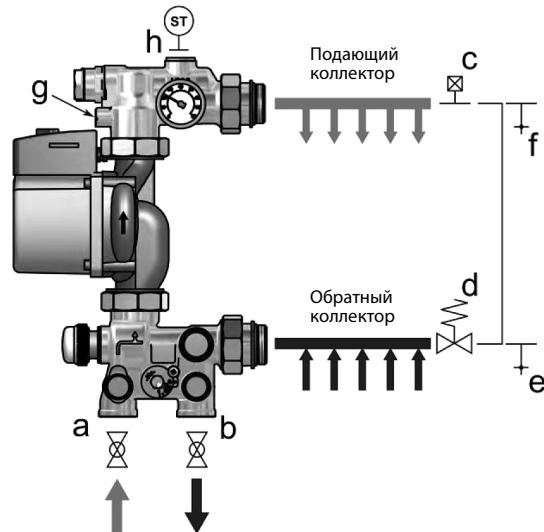

Рис. 2. Типовая схема монтажа смесительного узла и коллектора
Предупреждение: Коннектор 2 (G 1/2") для погружного датчика термостатической головки на рис. 2 должен быть установлен до начала любой работы! Термостатические головки поставляются с гильзой датчика, одновременно обеспечивающей подключение и защиту термостатической головки.
На Рис. 2 приведена типовая схема монтажа. Обратите внимание на правильность подсоединения труб к системе: подающая труба от котла должна быть подсоединенена ко входу смесительного узла в соответствии с соединением (a), обратная труба котла должна быть подсоединенена к выходу смесительного узла в соответствии с соединением (b). На входе и выходе смесительного узла для упрощения операций по заполнению и обслуживанию системы рекомендуется установить шаровые краны диаметром 3/4". Подающий коллектор должен быть установлен сверху, обратный коллектор – снизу. Дифференциальный байпас избыточного давления (d) также должен быть установлен, если Simplex оборудован насосом с фиксированной скоростью.
- Насос должен быть установлен в направлении восходящего потока (см. маркировку на корпусе насоса) (Рис. 2);
Операции по заполнению должны производиться для каждого контура пола отдельно. Сверяясь с Рис. 2, закройте шаровые краны (a) и (b), и изолирующий кран насоса (g). Выполните следующие операции:
Смесительный клапан 7 (Рис. 2) управляет термостатической головкой 14, позволяющей регулирование с фиксированной точкой, при котором температура потока, определяемая выносным погружным датчиком, поддерживается постоянной по величине, задаваемой с помощью ручки управления. Как альтернатива, может использоваться термостатическая головка с сервоприводом и электронный терморегулятор с датчиком температуры (не входит в комплект). Соединительная резьба M30×1,5 мм.
Термостат безопасности должен быть установлен на подающей трубе для остановки циркуляции через отопительную систему, когда температура потока превышает пороговое значение. Термостат может быть контактного типа или с погружным чувствительным элементом. В первом случае рекомендуется его установка в контакте с подающим коллектором (верхним). Во втором случае чувствительный элемент должен быть погружен в поток непосредственно в гильзу (h) на Рис. 2. Рекомендуется использовать контактный термостат безопасности с настраиваемой уставкой 20–90 °C (см. Рис. 5a) либо термостат с постоянной уставкой 60 °C с погружным чувствительным элементом (см. Рис. 5b). Последний имеет соединитель с мягким уплотнением 1/2" M и подходит для установки в гильзу (h) на Рис. 2.